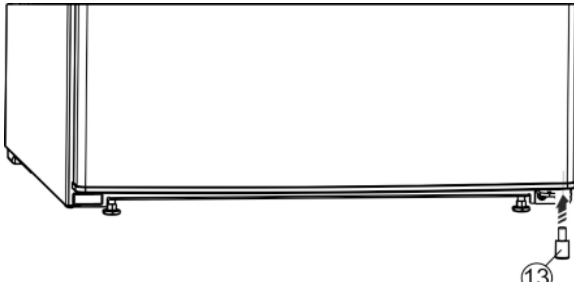

Fig. 8
► Снова вставьте в дверь распорную деталь Fig. 8 (13) справа внизу - это важно для обеспечения устойчивости устройства.